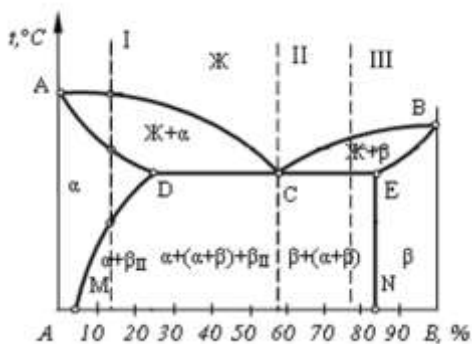

Рис. 2
5. Сплав, лежащий левее точки С называются (рис. 2):